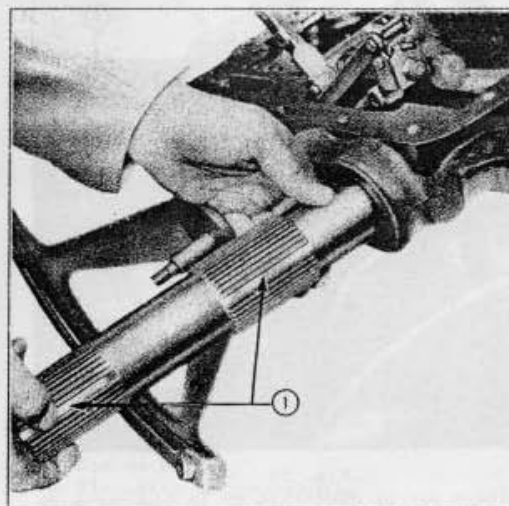

Fig. 36
12. Poser l'arbre transversal de relevage, et faire coïncider la cannelure maîtresse du bras de vérin sur la cannelure correspondante usinée au centre de l'arbre (fig.36).